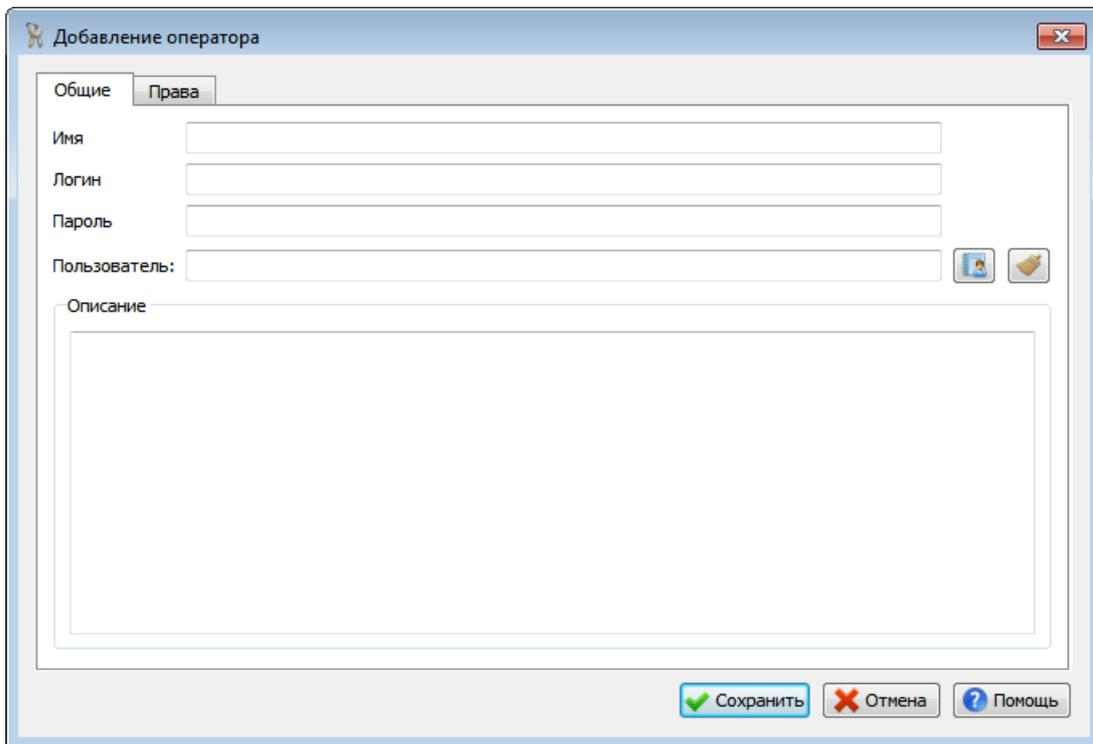

Рис. 19
- При помощи кнопки  на панели инструментов списка вызовите окно «Добавление оператора» (Рис. 19).